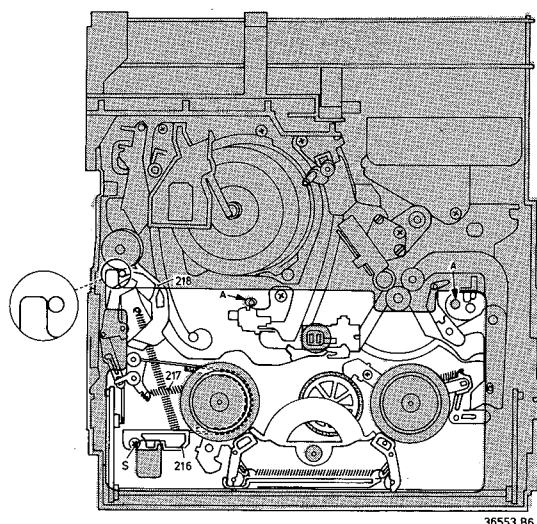

Fig. 2-2-10
- Bremsband so einstellen, dass der Stift des Bandzugreglers den Nocken an der Referenzplatte gerade gerührt, siehe Bild 2-2-10.